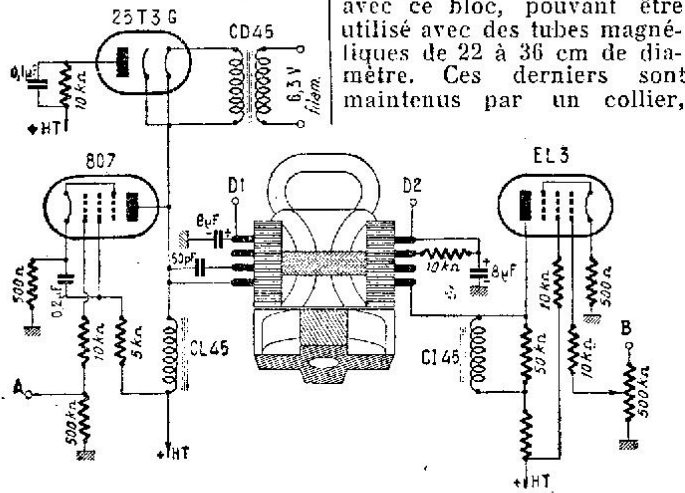
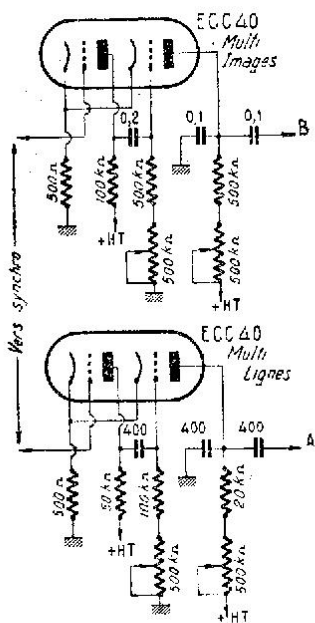

Figure 1.
Figure 2A.
On remarquera sur le schéma de la figure 1 que les sorties des bobines images se font sur des cosses disposées à droite, et les sorties lignes, à gauche. Les liaisons aux tubes amplificateurs de puissance lignes (807) et images (EL3) sont représen-
Les deux sorties de la bobine de concentration sont cachées sur la figure 1 mais facilement repérables... Signalons que cette bobine est orientable et que des vis de fixation permettent de la maintenir en position adéquate. L'enroulement peut être disposé entre le point milieu de l'enroulement HT du transformateur d'alimentation et la masse, avec potentiomètre bobiné en shunt, pour régler la concentration.
Les valeurs d'éléments du schéma de la figure 1 sont celles qui ont permis d'obtenir les meilleurs résultats en amplitude de balayage et linéarité avec des bases de temps à multivibrateurs, thyratrons, ou blocking, dont les schémas respectifs sont donnés par les figures 2A, 2B et 2C.